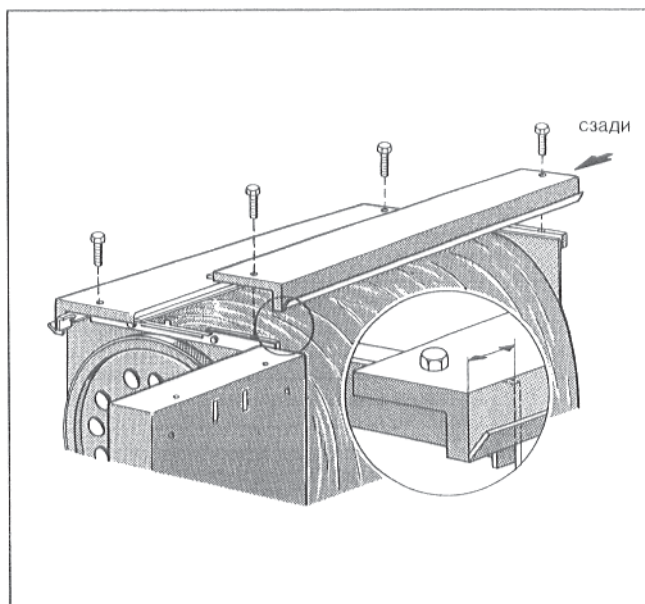

Рис. 11
- Наложить правую и левую часть кожуха на верхнюю траверсу и привинтить к траверсам спереди и сзади посредством винтов с шестигранной головкой (Рис. 11).
Расстояние от передней кромки части кожуха до передней стенки котла должно составлять 38 мм (Рис. 11).